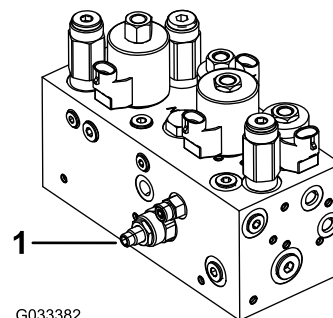

Figura 47
O circuito de elevação/descida da unidade de corte está equipado com uma válvula de regulador de caudal (Figura 47). Esta válvula é previamente configurada pelo fabricante, encontrando-se cerca de 3 voltas aberta, mas por vezes é necessário efetuar ajustes de modo a compensar diferenças na temperatura do óleo hidráulico, nas velocidades de corte, etc.
1. Levante o banco e localize a válvula de controlo do caudal (Figura 47) montada ao lado do coletor hidráulico para a estrutura de tração central.